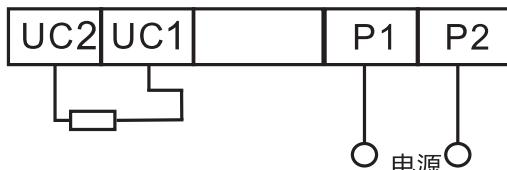

图4 欠压脱扣器接线图
5.4.2.2 当电源电压下降到欠电压脱扣器额定工作电压的70%~35%范围内，欠电压脱扣器能可靠地分断断路器；当电源电压低于欠电压脱扣器额定工作电压的35%时，欠电压脱扣器能防止断路器闭合；当电源电压高于欠电压脱扣器额定工作电压的85%时，欠电压脱扣器能保证断路器可靠闭合。见接线图4。